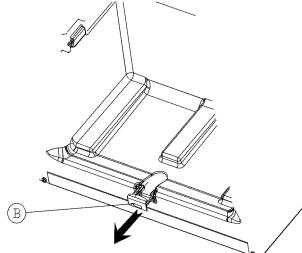

FIGURE -2-
2- Retirez la **bonde de vidange** (B) située sous le compartiment congélateur (figure-2).